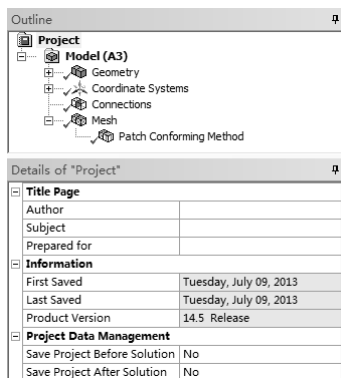

图 3-32 【Project】详细设置窗口
窗口左侧为 Outline 分析树,分析树从上到下显示有限元分析的过程,在分析树中选择某个节点,将出现详细设置窗口(属性窗口),如图 3-32 所示。
(1) **【Project】**详细设置窗口 单击分析树 Outline 中的**【Project】**图标,显示**【Details of “Project”】**窗口,如图 3-32 所示。